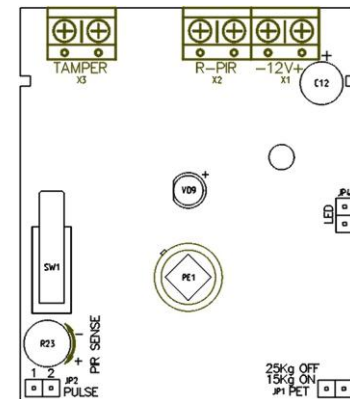

Рис. 2. Внешний вид платы извещателя
На плате обозначены (см. рисунок 2):
- подключить провода к клеммам подключения в соответствии с их назначением (см. рисунок 2);
- убедиться в наличии установленной на плате перемычки JP4 (LED) (см. рисунок 2);
Для регулировки дальности обнаружения извещателя используется потенциометр R23 (см. рисунок 2).